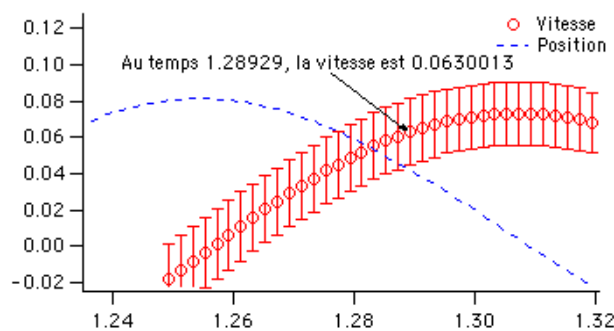

Fig. 10 : Zoom
1. Pour zoomer sur une portion de celui-ci, cliquer dans le graphique et déplacer la souris, pour dessiner un cadre. Cliquer dans ce cadre et sélectionner *Expand*, cf. figure 10.